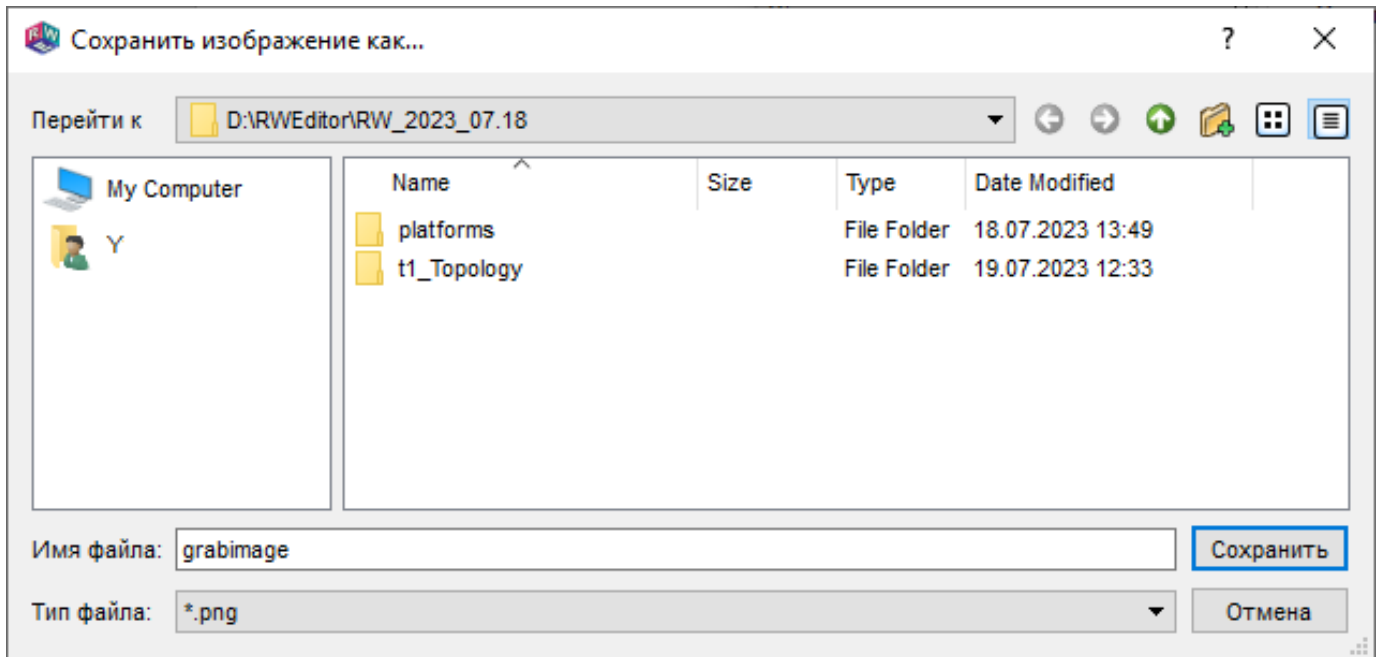

Рис. 121
15.2.2. При этом будет выведен стандартный диалог сохранения файла (рис. 121). Изображение можно сохранить в файл формата *.bmp, *.png.